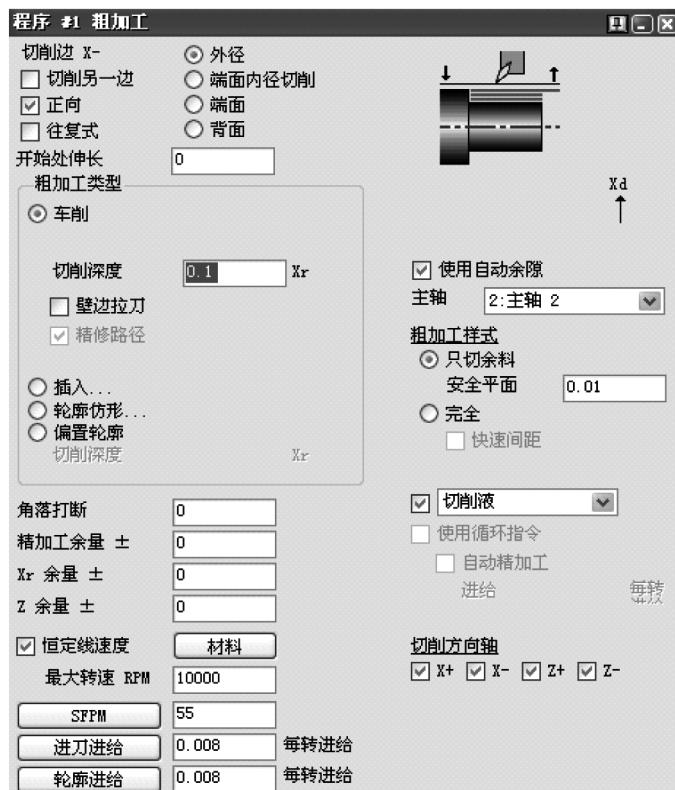

图 6-81 粗车加工程序
4) 应用#10 刀具创建粗车加工程序，如图 6-81 所示。